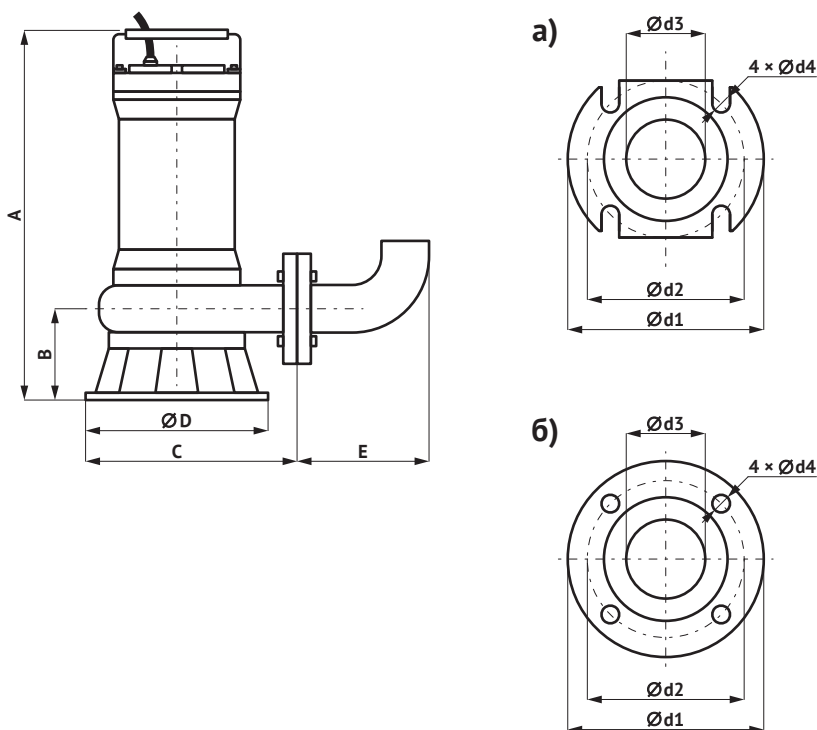

Рис. 1
**Примечание.** На рис. 1 показаны формы присоединительных фланцев насосов мощностью 0,75–4 кВт (а) и 5,5–7,5 кВт (б).